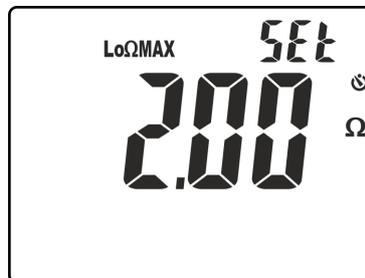

Fig. 26: Configuration du seuil limite de la mesure de continuité
4. Cliquer sur les touches **▼/⊗** ou **▲/ZERO** pour sélectionner la valeur comprise dans l'échelle: **0.05 Ω à 9.99 Ω** (voir Fig. 26)
4. Cliquer sur les touches **▼/☼** ou **▲/ZERO** pour sélectionner la valeur comprise dans l'échelle: **0.05Ω à 9.99Ω** (voir Fig. 26)